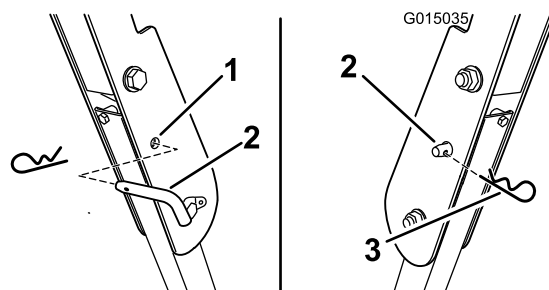

Figura 10
3. Montate i perni di bloccaggio. Fissate i perni inserendo la coppiglia a forcina (Figura 10).
4. Per abbassare il roll bar rimuovete la coppiglia e la spina di bloccaggio.(Figura 10).